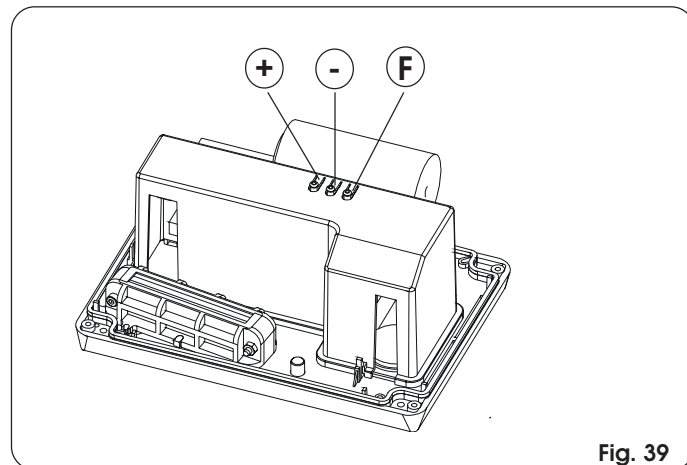

Fig. 39
**Attenzione: prima di alimentare l'impianto si raccomanda di rimontare il coperchio dell'apparecchiatura, per evitare di entrare in contatto con le parti in alta tensione, ed utilizzare i pulsanti posti sul coperchio per l'attivazione dei tasti (fig. 39)**